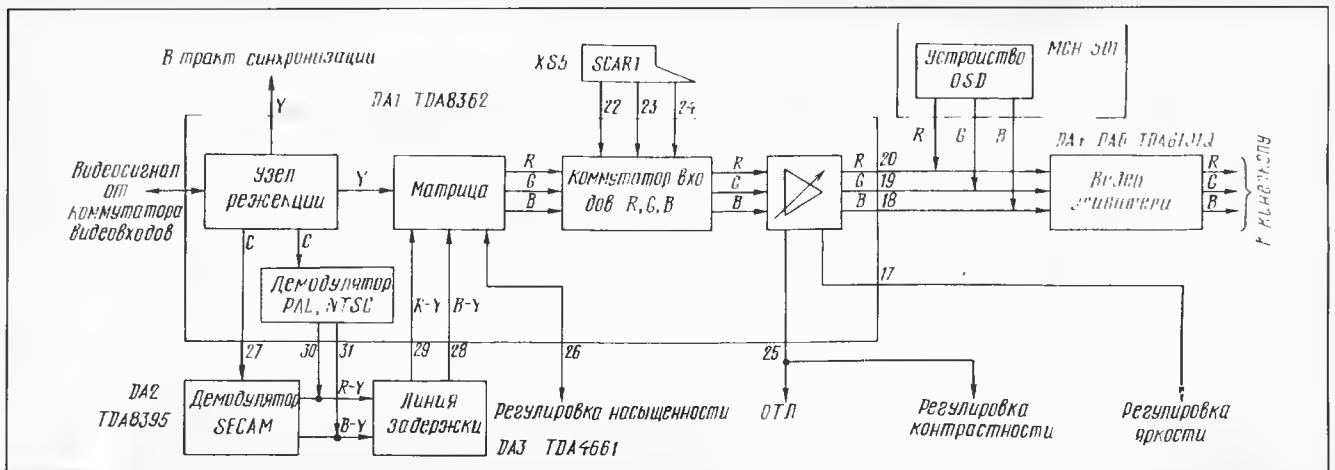
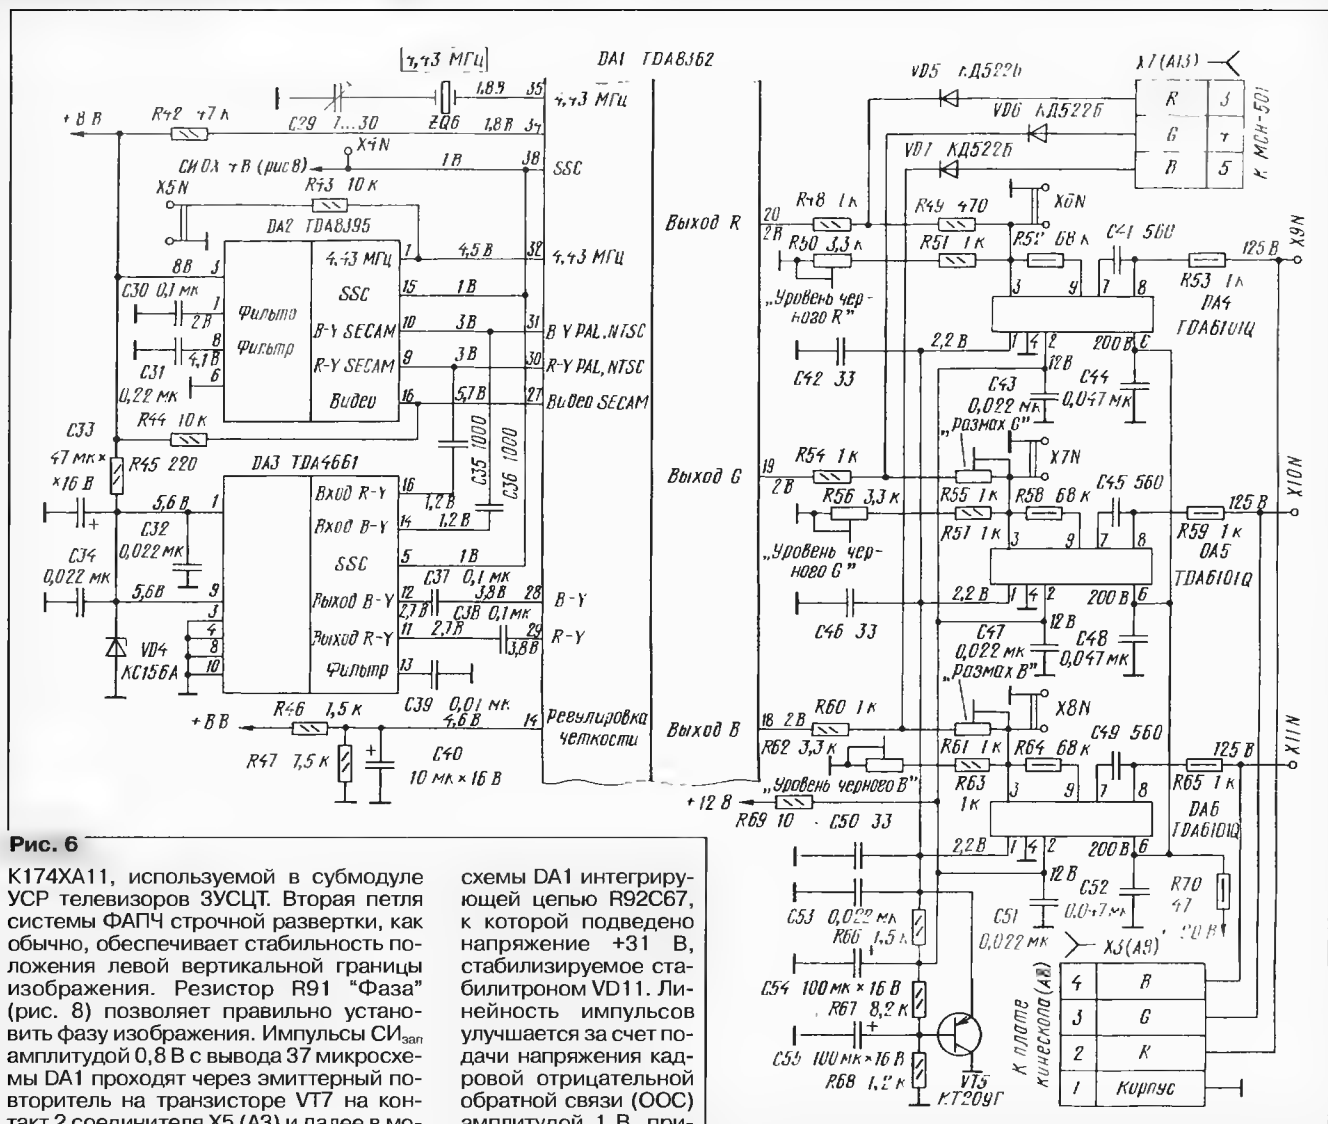
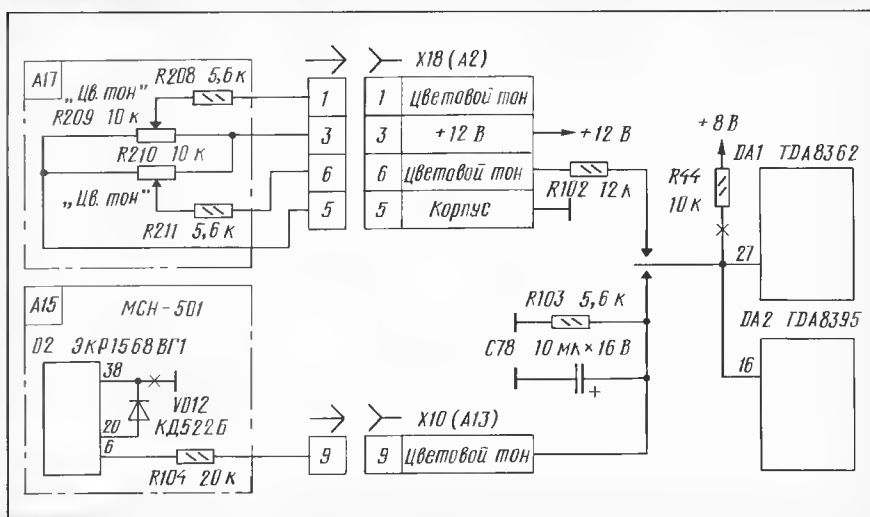

Рис. 5
Рис. 6
Рис. 11
Видеотракт МРКЦ собран на шести микросхемах: TDA8362, TDA8395, TDA4661 и трех TDA6101Q. Он включает узел режекции, демодуляторы сигналов разных систем вещания, линию задержки, матрицу, коммутатор входов R, G, B, устройство OSD, видеоусилители. Взаимосвязь этих устройств показана на рис. 5, а принципиальная схема — на рис. 6. В видеотракте видеосигнал превращается в цветоразностные, а затем в цветные сигналы.
Работу ВУ рассмотрим (рис. 6) на примере прохождения сигнала В. С вывода 18 микросхемы DA1 на вход ОУ (вывод 3) DA6 сигнал В поступает через делитель R60—R63. Резистором R62 "Уровень черного В" устанавливают постоянную составляющую выходного сигнала, равную 125 В. Резистором R61 "Размах В" выравнивают переменную составляющую сигнала В с такой же величиной сигнала R. Резистор R62 используют при регулировке баланса белого "в черном" (на уровне гашения лучей кинескопа), а резистор R61 — при регулировке баланса белого "в светлом" (на уровне нормальной яркости).
2. Перечень систем цветного телевидения, обрабатываемых микросхемой TDA8362, определяется напряжением на ее выводе 27. Если оно больше +5 В (вывод 27 через резистор R44 соединен с проводником напряжения +8 В, как показано на рис. 6), то обрабатываются только сигналы систем SECAM и PAL. Если есть необходимость в обработке также любой из систем NTSC, то цепь подключения вывода 27 микросхемы следует смонтировать в соответствии с рис. 11, установив элементы R102—R104, C78, VD12 и сняв резистор R44.
При использовании УВП типов УСУ, СВР регулятором цветового тона NTSC (в этой системе необходима такая оперативная регулировка, поскольку изменение амплитуды сигналов яркости вызывает изменение окраски изображения) служит переменный резистор R211 (рис. 11) — один из двух регуляторов цветового тона, установленных на корпусе телевизора.